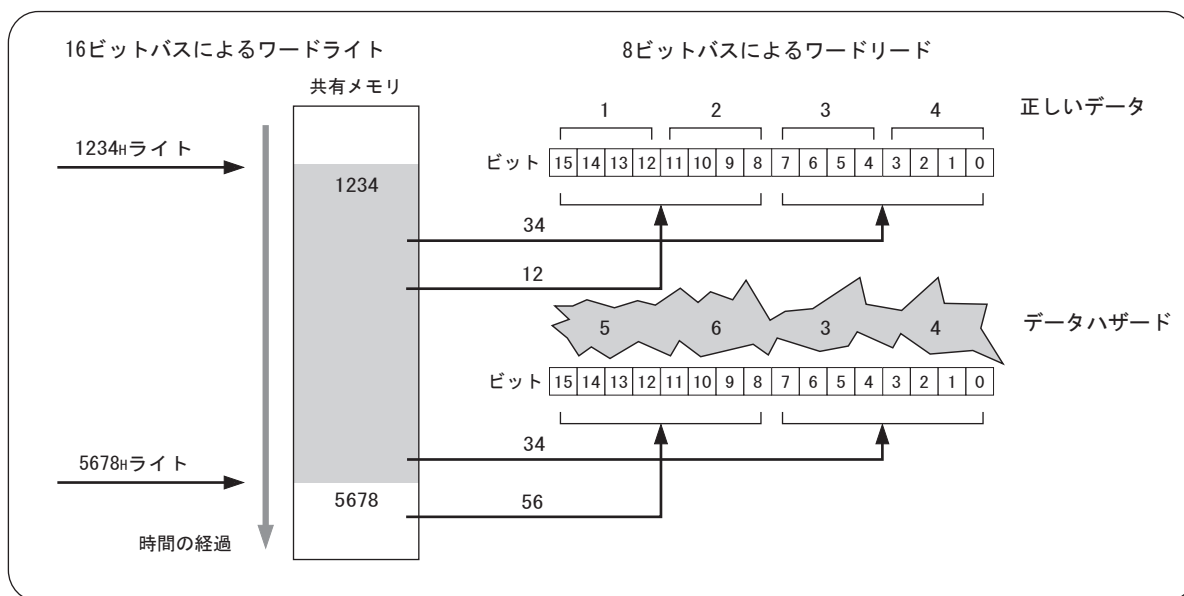

図 4.7 データハザード発生メカニズム
に発生します (図 4.7 参照)。
- ① 8 ビット幅データバスによって MKY40 へ接続されたユーザ CPU が、他の CUnet ステーションが占有しているグローバルメモリ (GM) のエリアから 16 ビット幅データをリードする時、“2 回”のアクセスが必要です。
- ② ユーザシステムのプログラムがグローバルメモリへ“2 回”アクセスする際の“1 回目”と“2 回目”の間に、メモリデータの共有動作に基づいた他の CUnet ステーションからのデータ複写 (Copy) によってデータが遷移すると、正しいデータをリードできないタイミングが発生します (図 4.7:5634H のリード)。
- ③ この場合のリードデータは、データハザード (Data hazard) が発生した誤ったデータです。